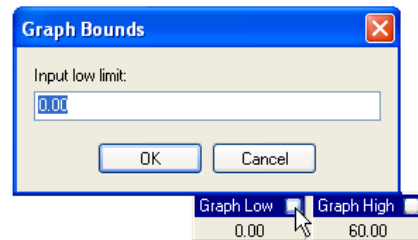

Figure 7.8.1c Paramétrage d'une limite de graphe
6. Le cas échéant, cliquez sur le carré blanc dans la barre de titre correspondante « Graphe bas » ou « Graphe haut » et définissez les valeurs basse et haute à afficher dans un barre-graphe associé (figure 7.8.1c).